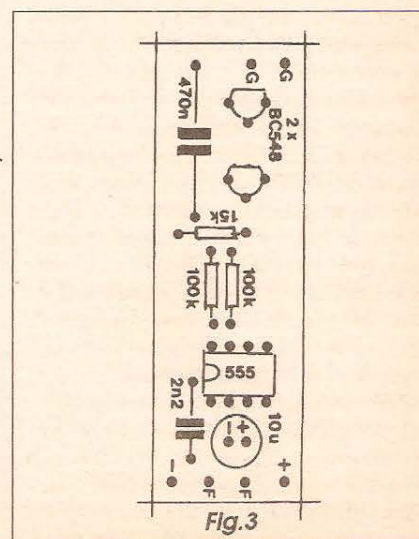

Fig. 3
- FIG. 3 - CHAPEADO DA MONTAGEM - Agora vista pelo lado não cobreado, a plaquinha mostra os principais componentes já posicionados, identificados pelos seus códigos, valores, polaridades, etc. Como sempre, pedimos maior atenção para os componentes polarizados: o integrado com sua extremidade contendo uma pequena marca voltada para a posição ocupada pelo capacitor de 2n2, os dois transistores com seus lados *chatos* voltados para a borda estreita da placa onde situam-se os terminais periféricos G-G, e o capacitor eletrolítico com a polaridade dos seus terminais respeitadas (está marcada no próprio corpo do componente, além do que - normalmente - a *perna* mais longa corresponde ao **positivo**...). Cuidado também para não trocar de lugar os resistores, em função dos seus valores (em dúvida, consultar o TABELÃO APE, onde informações básicas de identificação de valores, polaridades e terminais estão permanentemente à disposição do leitor, hobbysta iniciante...). Conferir tudo com bastante atenção, ao final, só então cortando as *sobras* dos terminais, pelo lado cobreado... Aproveitar para verificar bem o estado dos pontos de solda, principalmente assegurando-se de que não houve *correntes* entre as ilhazinhas muito próximas umas das outras, correspondentes às *perninhas* do integrado...